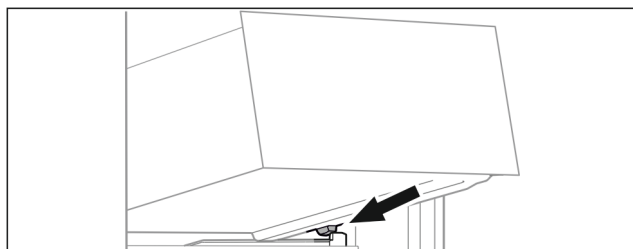

Fig. 135
- Nasaďte zásuvku šikmo za zarážky na žebrování na nádoby. (viz Fig. 135)